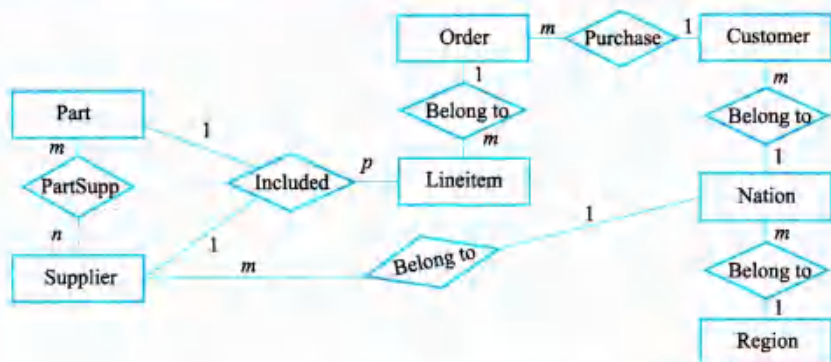

图2 零件供应销售数据库的 E-R 图
设计一个零件供应销售数据库。其中，一个供应商可以供应多种零件，一种零件也可以有多个供应商。一个客户订单可以订购多个供应商供应的多种零件。客户和供应商都分属不同的国家，而国家按世界五大洲八大洋划分地区。请利用 PowerDesigner 或者 ERWin 等数据库设计工具设计该数据库。 (1) 数据库概念结构设计 识别出零件 Part、供应商 Supplier、客户 Customer、订单 Order、订单项 Lineitem、国家 Nation、地区 Region 7 个实体。每个实体的属性和主码如下： ① 零件 Part：零件编号 Partkey、零件名称 Name、零件制造商 Mfgr、品牌 Brand、类型 Type、尺寸 Size、零售价格 Retailprice、包装 Container、备注 Comment。主码：零件编号 Partkey。 ② 供应商 Supplier：供应商编号 Suppkey、供应商名称 Name、地址 Address、国籍 Nation、电话 Phone、备注 Comment 等。主码：供应商编号 Suppkey。 ③ 客户 Customer：客户编号 Custkey、客户名称 Name、地址 Address、电话 Phone、国籍 Nation、备注 Comment。主码：客户编号 Custkey。 ④ 订单 Order：订单编号 Orderkey、订单状态 Status、订单总价 Totalprice、订单日期 Orderdate、订单优先级 Orderpriority、记账员 Clerk、运送优先级 Shippriority、备注 Comment。主码：订单编号 Orderkey。 ⑤ 订单项 Lineitem：订单项编号 Linenumber、所订零件编号 Partkey、所订零件供应商编号 Suppkey、零件数量 Quantity、零件总价 Extendedprice、折扣 Discount、税率 Tax、退货标记 Returnflag 等。主码：订单项编号 Linenumber。 ⑥ 国家 Nation：国家编号 Nationkey、国家名称 Name、所属地区 Region、备注 Comment。主码：国家编号 Nationkey。 ⑦ 地区 Region：地区编号 Regionkey、地区名称 Name、备注 Comment。主码：地区编号 Regionkey。 根据实际语义，分析实体之间的联系，确定实体之间一对一、一对多和多对多联系。实体-联系图（E-R 图）见图 2 所示。